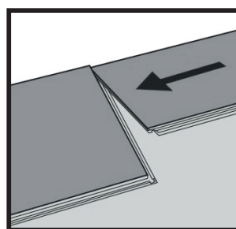

Bild 3
8. Lagg nästa plankan i raden. Luta fjädern på långsidan in i noten och luta sedan ner plankan så att den passar med föregående slutstycke. Kontrollera att skarvarna är tätt och korrekt monterade. **Bild 3.**